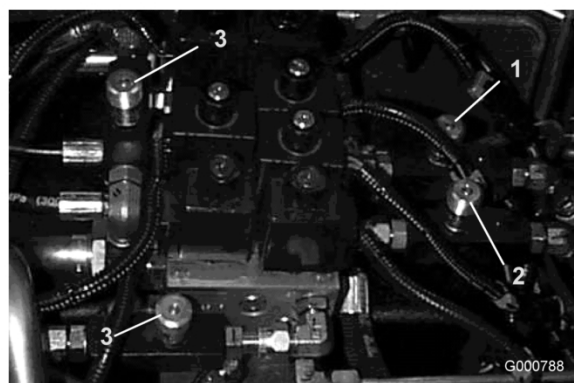

Figure 74
1. Sous le siège, localisez les valves de réglage des plateaux de coupe avant (Figure 74).
9. Sous le siège, localisez les valves de réglage des plateaux de coupe latéraux (Figure 74).